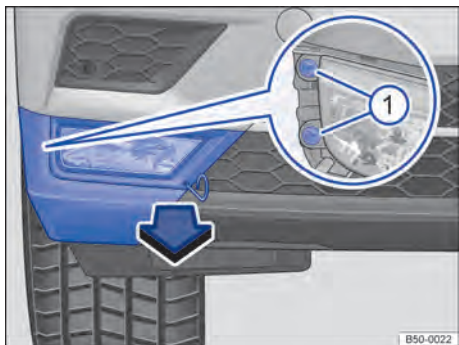

Fig. 214 No para-choque dianteiro direito: remover farol de neblina.
2. Pegar o gancho extrator do conjunto de ferramentas de bordo e enganchar na abertura da cobertura → Fig. 214. Remover a cobertura no sentido da seta para frente.
3. Remover os parafusos de fixação → Fig. 214 ① com a chave de fenda.
11. Apertar os parafusos de fixação → Fig. 214 ① com a chave de fenda.
12. Encaixar a cobertura no para-choque → Fig. 214.